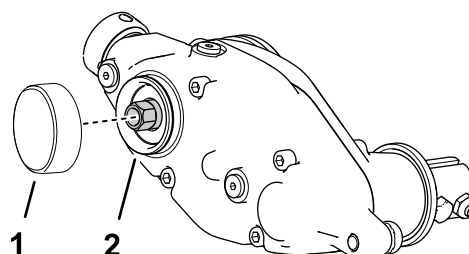

Figure 9
1. Appliquez du frein-filet moyenne résistance pour collage de pièces cylindriques (tel que Loctite 609® vert) sur la rainure du circlip et la surface du diamètre extérieur (Figure 9).
2. Montez le capuchon comme montré à la Figure 9.